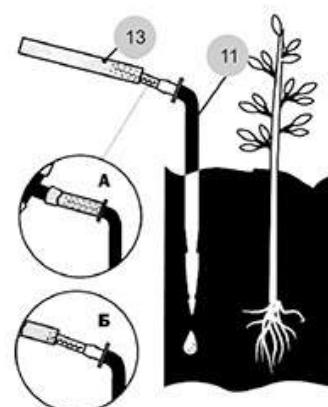

Рис. 6
Обрежьте** излишки Трубки (13), на концы трубки насадите*** Капельницы (11) (см. рис.6). Капельницу воткните в землю, -как можно ближе к растению, но не повредив его корневую систему. Конструкция капельницы предусматривает, что поступающая к растению вода будет уходить больше в землю, прямо к корням растений. На поверхности воды остается минимум ,для минимального её испарения.
*- с целью уменьшения потерь воды, спроектированные нами Разветвители (10) имеют максимальный внутренний проходной диаметр, соответственно, большой наружный диаметр. Поэтому надевание шлангов на концы разветвителей может сопровождаться значительными усилиями. Мы рекомендуем предварительно опустить конец шланга (Трубки) в стакан с горячей водой (60-70°C). Конец Трубки размягчиться, и значительно проще будет натягиваться на Разветвитель (10).
**- наша Система закомплектована шлангом (13) из расчета: около 20 см шланга на одну капельницу (см. приложение 1, рекомендуемая схема посадки).
***- конструкция гребенки капельницы позволяет дозировать (в небольших пределах) количество воды, подаваемое на конкретное растение. Натянув шланг до конца гребенки капельницы (см.рис.6, поз. А), вы уменьшаете подачу воды. Надев шланг только на начало гребенки (рис.6, поз. Б) вы увеличиваете подачу. Монтируя систему, рекомендуем натягивать шланг на гребенку капельницы полностью (как на рис.6, поз.А).
Капельница льет много / льет недостаточно под конкретное растение	Дозируйте полив, натягивая шланг на гребенку капельницы (стр.5, рис.6)